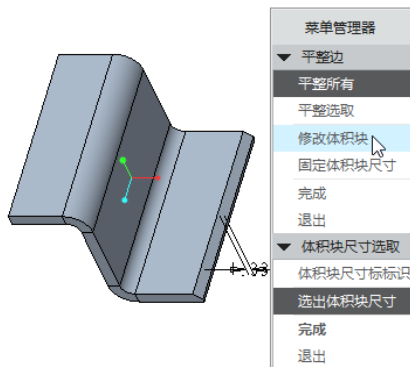

图 2-77 选择“修改体积块”命令
(3) 在“平整所有”菜单中选择“修改体积块”命令，则菜单管理器出现“体积块尺寸选取”菜单，如图 2-77 所示。